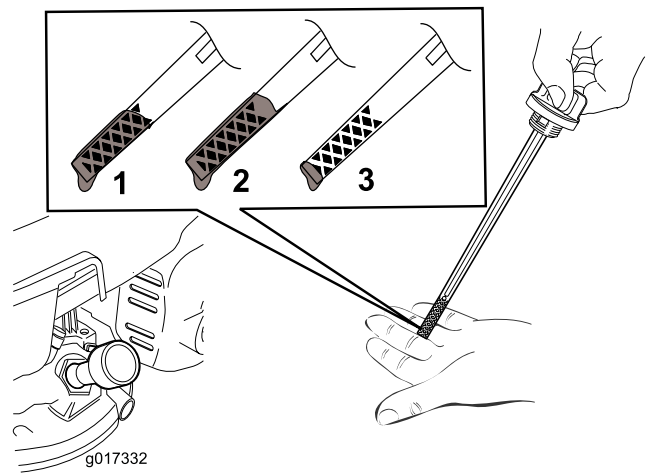

Figura 6
**Nota:** Llene el cárter con aceite hasta que la varilla indique que el nivel del aceite del motor es correcto, según se muestra en Figura 6. Si usted llena demasiado el motor, vacíe el exceso de aceite según se indica en Cómo cambiar el aceite del motor \(página 14\).
2. Retire la varilla (Figura 6).